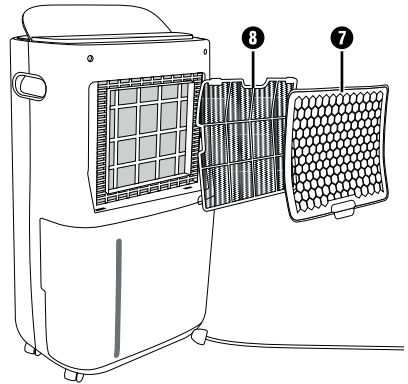

Abb. 6
- ◆ Der Einbau erfolgt in umgekehrter Reihenfolge (siehe Abbildung 6). Schieben Sie den Luftfilter **8** erst unter die beiden oberen Haltelaschen des Lufteinlassgitters **7** und dann unter die unteren Haltelaschen.